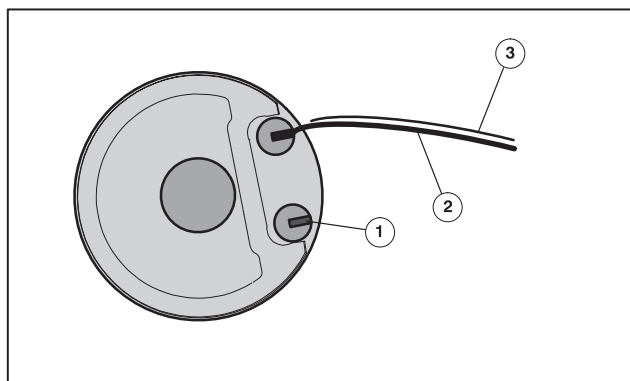

Рис. 24 Подкладные листы под офсетное полотно
- ❼ Прижать заднюю зажимную шину офсетного полотна слегка к пружине в зажимном валу в направлении стороны обслуживания и вытащить из паза (Рис. 24/❶) зажимного вала.
- ❽ Повернуть машину кривошипной рукояткой назад, при этом офсетное полотно (Рис. 24/❷) и подкладные листы (Рис. 24/❸) вручную вывести из машины.